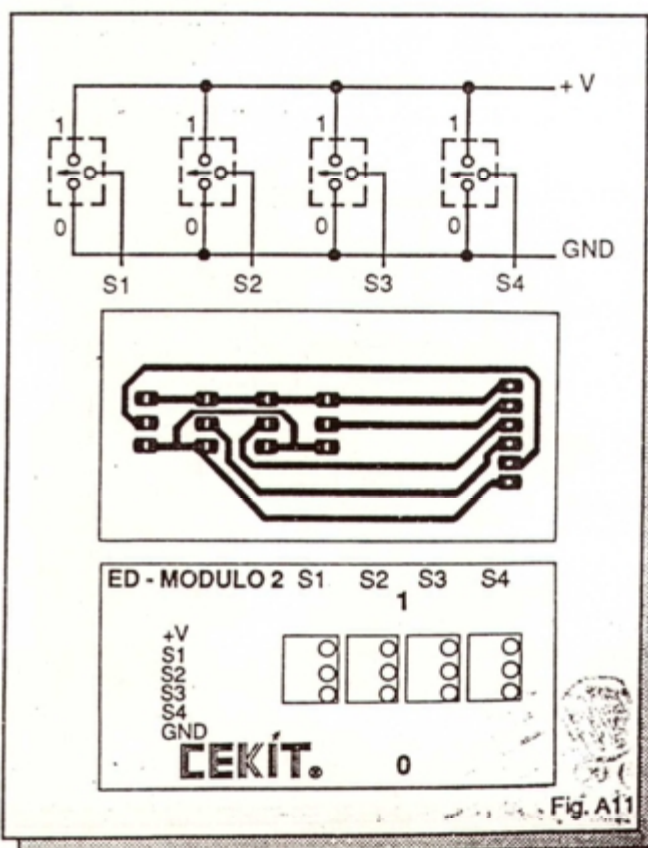

Fig. A11
El módulo 2 de nuestro entrenador digital es un juego de cuatro (4) interruptores independientes, cada uno de los cuales suministra un nivel alto o bajo a la entrada de cualquier circuito digital. En la figura A11 se muestran el diagrama esquemático, el circuito impreso a tamaño natural y la guía de localización de componentes del mismo.